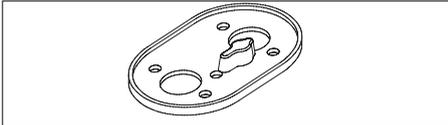

рис. 05: Уплотнение опоры отопителя
- ▶ Просверлите отверстия по шаблону. См. рис. 05 и рис. 33 (стр. 26).
- ▶ Установите уплотнение между опорой отопителя и поверхностью прилегания. См. рис. 05.